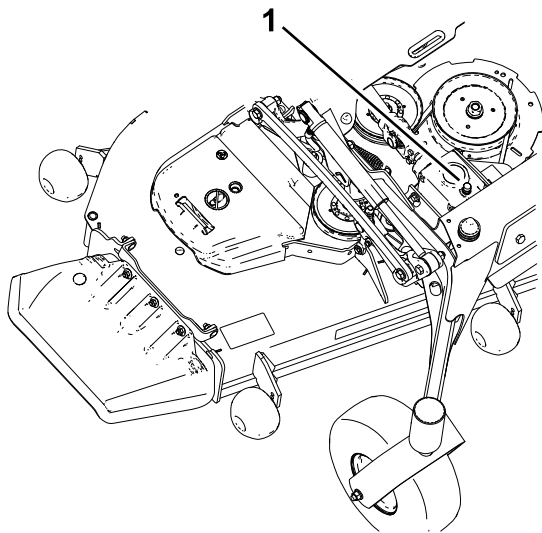

Figura 56
5. Retire la varilla/tapón de llenado de la parte superior de la caja de engranajes y asegúrese de que el lubricante está entre las marcas de la varilla (Figura 56).